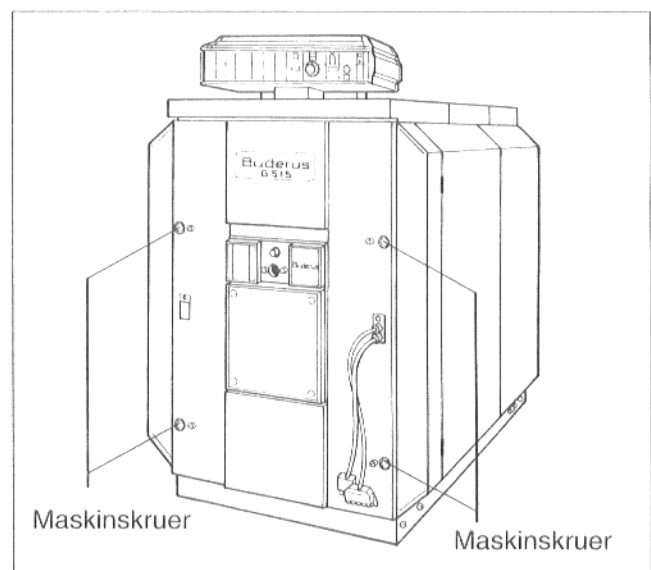

Fig. 53
- De fire maskingskruer i brennerdøren løsnes (Fig. 53).